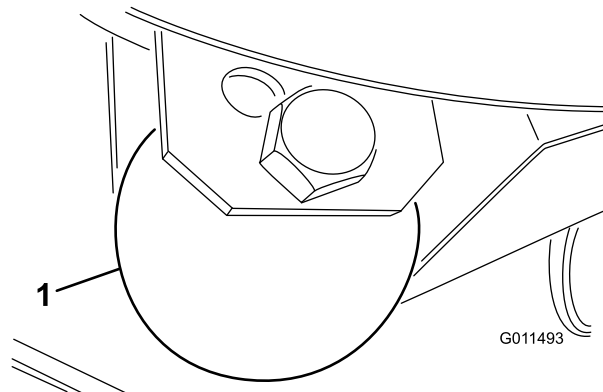

Figura 25
1. Retire o parafuso e porca que fixam a roda guia aos suportes da unidade de corte (Figura 25).